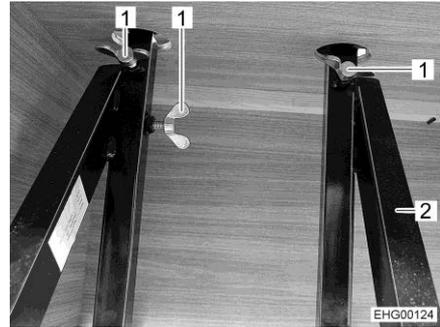

Bild 33 Flügelschrauben
- Drei Flügelschrauben (Bild 33,1) am Gestänge (Bild 33,2) im Truhengestell festziehen.